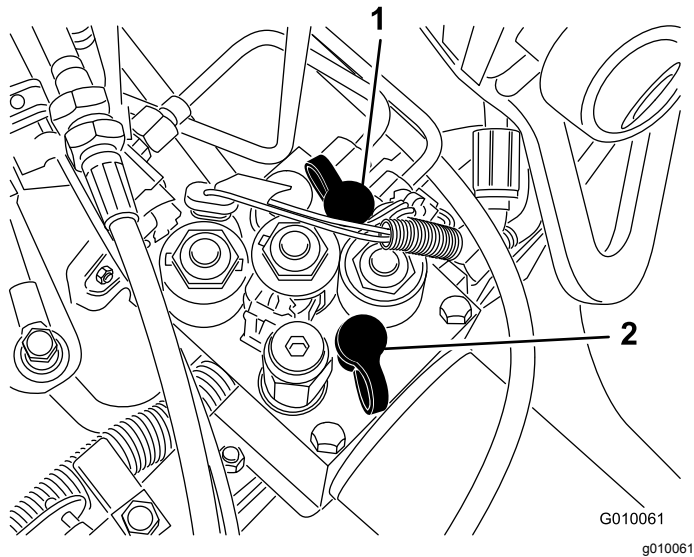

Figura 64
- A porta de teste G 2 (Figura 64) é utilizada para o assistir na resolução de problemas no circuito de carga de tração.
- A porta de teste G 1 (Figura 64) é utilizada para o assistir na resolução de problemas de pressão do circuito de elevação.